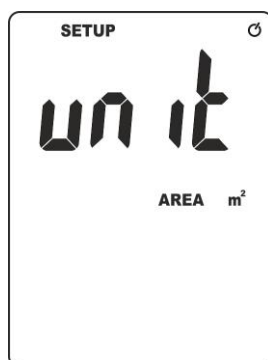

Fig. 3: Configuração da unidade de medida da área do canal
2. Premir durante mais de (>2s) o botão /**SET** para entrar no modo de configuração. O ecrã com a indicação da unidade de medida da área do canal atualmente configurada é apresentado no display (ver Fig. 3):